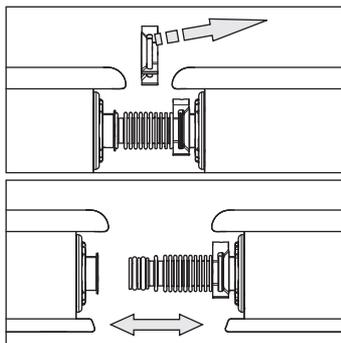
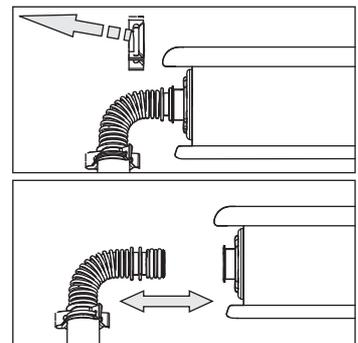

Figure 3-48 Etape 1
Figure 3-49 Etape 2
1. Désencliquetez les pinces de fixation de leur cran et retirez-les (Figure 3-48 et Figure 3-49).
2. Retirez les coudes de raccordement (Figure 3-49).